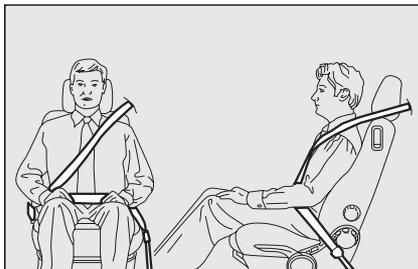

Abb. 5
*Der Gurt darf nicht verdreht sein. Der obere Gurteil ist über die Schulter und diagonal über den Oberkörper zu führen. Der untere Teil muss am Becken **Abb. 5** und nicht am Unterleib des Fahrgastes anliegen. Keine Hilfsmittel (Klammern, Halterungen usw.) verwenden, die das Anliegen der Gurte am Körper verhindern.*